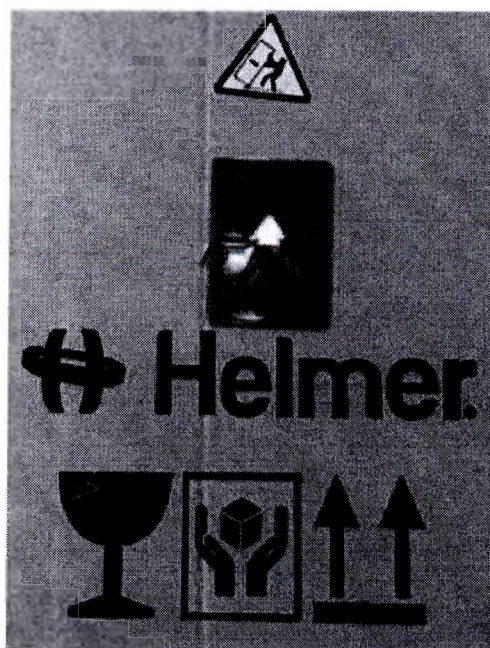

Рис. 27 – Транспортная маркировка
-  - «Хрупкое, осторожно!» (рис. 27);
-  - «Обращаться с осторожностью» (рис. 27);
-  «Верх», «Не кантовать» (рис. 27);
-  - «Опасность опрокидывания» (рис. 27);
–  - Индикатор Tip-n-Tell (рис. 27) служит для контроля выполнения требований при перевозке и хранении перевозимого. Начиная с наклона 60° синий кварцевый песок пересыпается в поле индикации в виде стрелки и остаётся там. Ненадлежащее обращение с перевозимым грузом сразу становится заметным и может быть неоспоримо доказано.